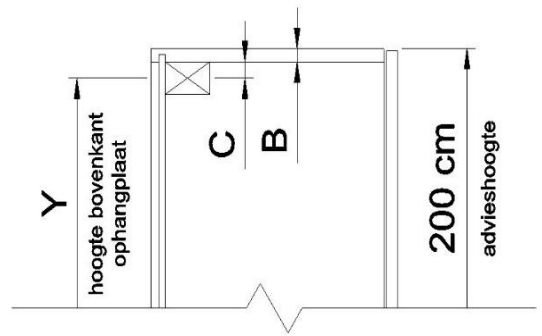

FIG.8
3. Neem de maat van de bovenkant van de (half)hoge kast tot de bovenkant van de kastophanger. (Fig. 8 & 9). **OPGELET:** Bij halfhoge kolomkast met lade zit de kastophanger lager (Fig. 10).